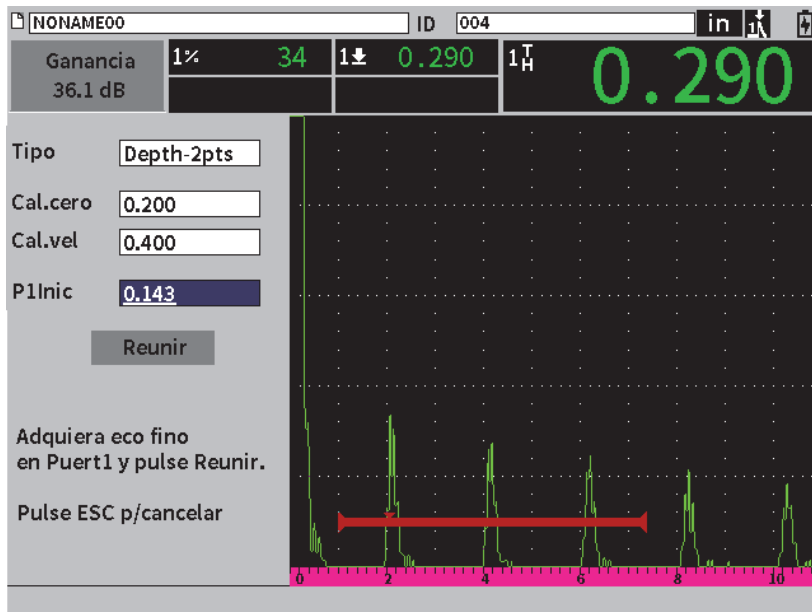

Figura 8-3 Calibración: Configuración inicial
3. En el menú de configuración, seleccione el ícono **Calibrar** () para abrir el cuadro de diálogo de calibración (vea la Figura 8-3 en la página 117).